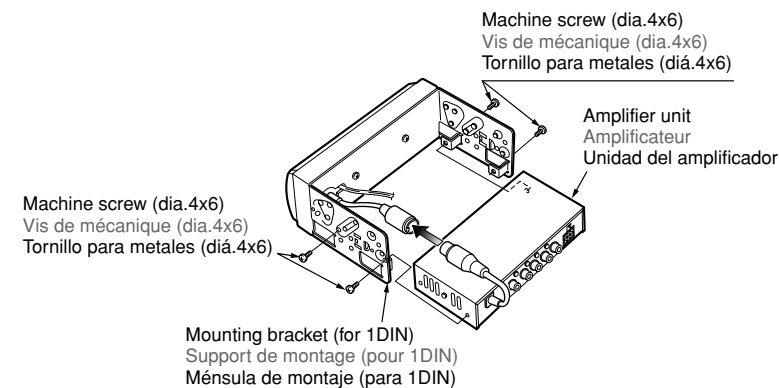

Figure 2 / Figure 2 / Figura 2
2. Attach the amplifier unit to the mounting bracket (for 1DIN) with the machine screws (dia. 4 x 6). Figure 2
2. Fixez l'amplificateur sur le support de montage (pour 1DIN) avec les vis de mécanique (dia. 4 x 6). Figure 2